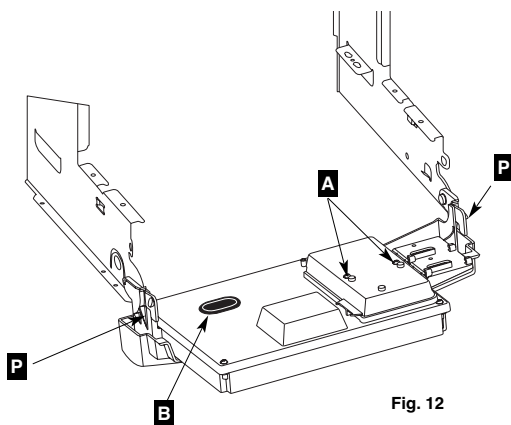

Fig. 12
- svitare le due viti di fissaggio **A** (fig. 12) per rimuovere il coperchio di protezione.
Per effettuare queste regolazioni, intervenire sulla parte posteriore del quadro elettrico (dopo averlo fatto ruotare per abbassarlo) dietro al tappo di gomma **B** (fig. 12).